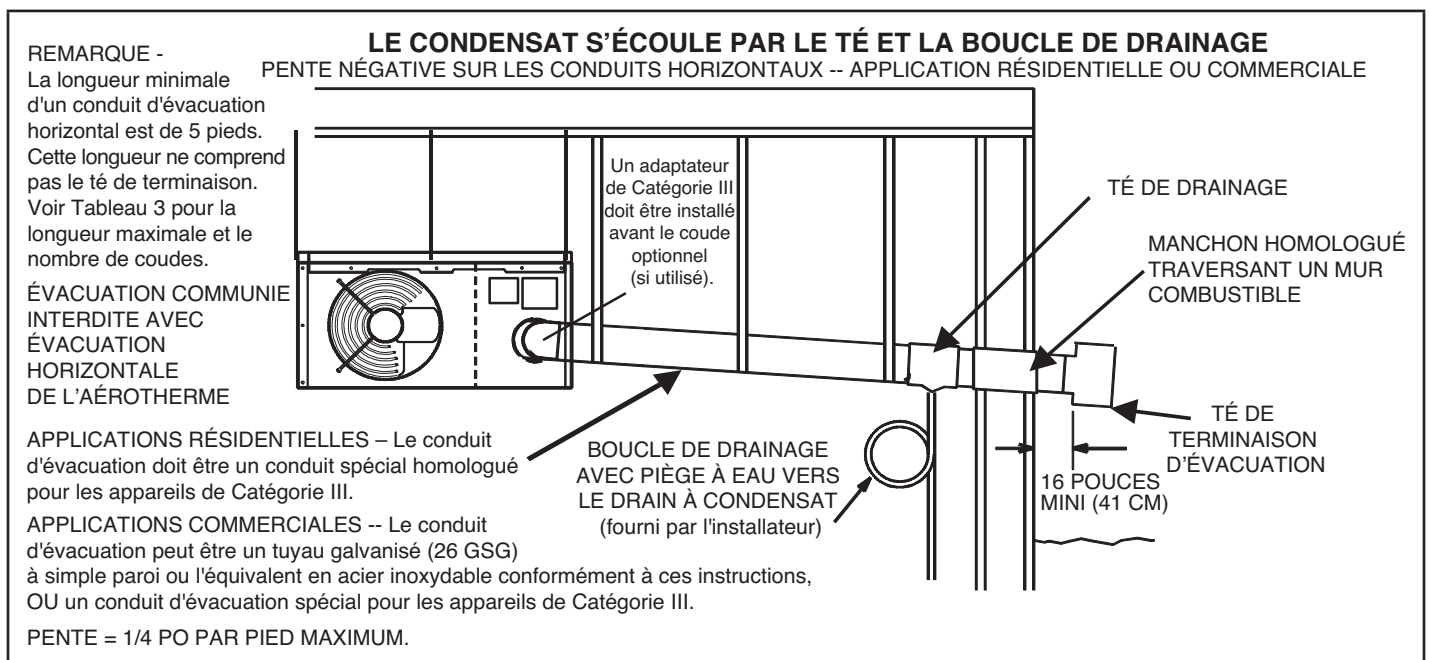
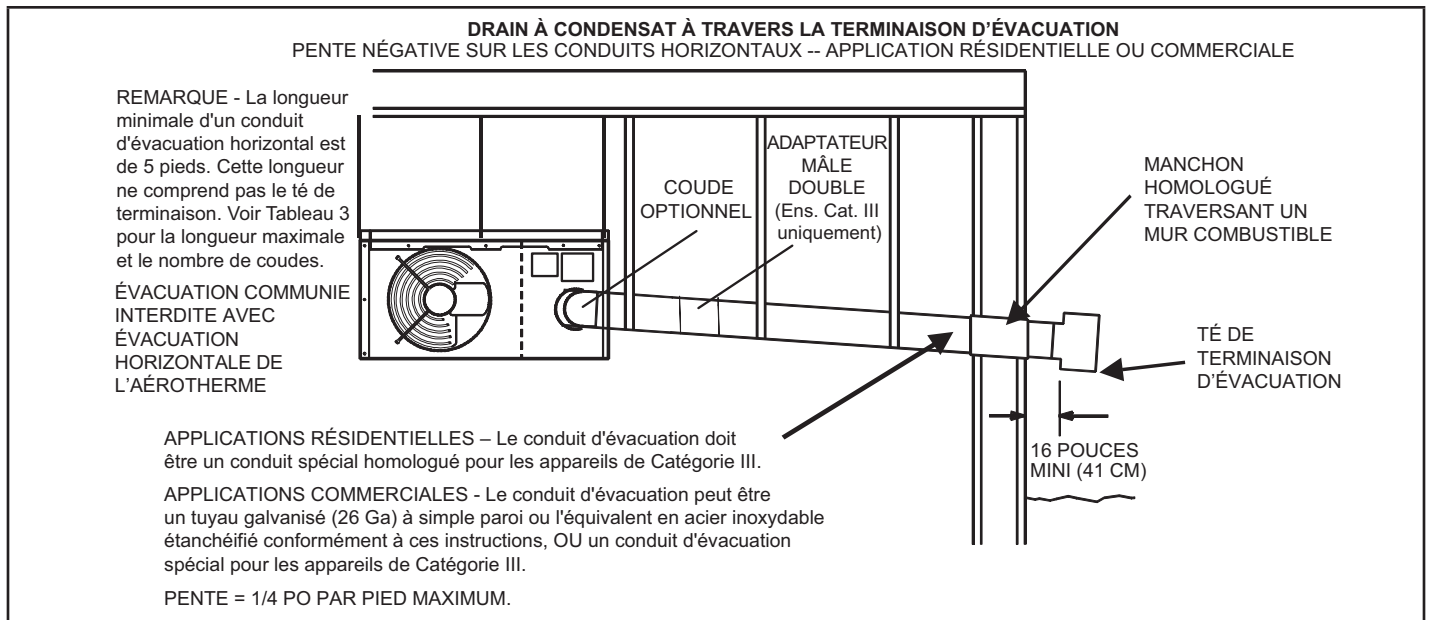

FIGURE 8
FIGURE 9
- 17 - Le condensat peut être drainé dans un té de tuyauterie (Figure 8) avec une boucle de drainage similaire à celle utilisée pour une évacuation à pente positive, ou peut s'égoutter à travers la terminaison du conduit d'évacuation si les autorités compétentes le permettent (Figure 9).